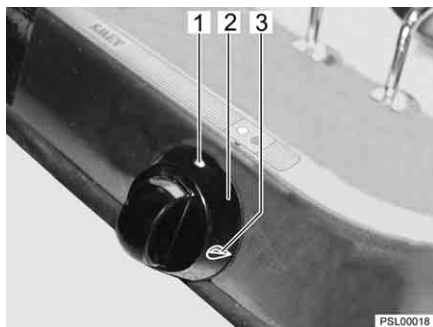

Fig. 68 Elementi di comando del fornello a gas
- Ruotare il pomello girevole (Fig. 68,2) degli apparecchi a fiamma libera desiderati in posizione accesa (fiamma alta, Fig. 68,3).
- Ruotare sulla posizione 0 (Fig. 68,1) il pomello girevole. La fiamma si spegne.